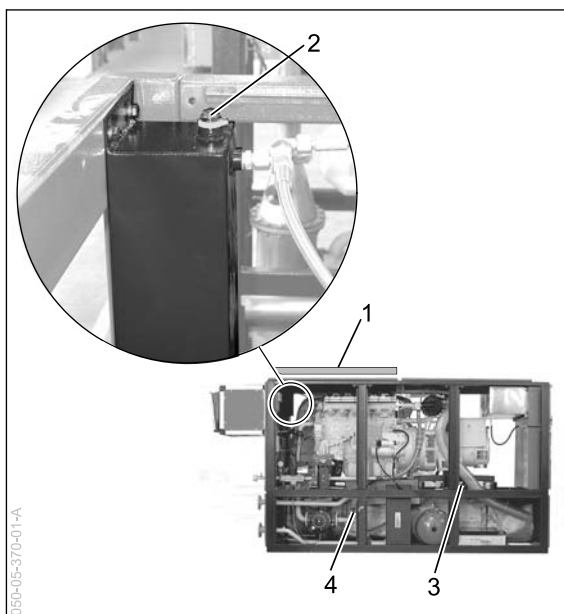

Рис. 2 Заливной патрубок для системы охлаждения двигателя на сепараторе вторичного потока газа
- Снять звукоизолирующую обшивку сзади сверху (Рис. 2, поз. 1).
- Выпустить воздух из системы охлаждения на сепараторе вторичного потока газа (Рис. 2, поз. 2).
- Выпустить воздух из системы охлаждения через распределитель охлаждающей жидкости (Рис. 2, поз. 3).
- Закрывать запорный кран на распределителе охлаждающей жидкости (Рис. 2, поз. 3) и снова отсоединить напорный рукав.
- Закрывать запорный кран на теплообменнике ОГ (Рис. 2, поз. 4) и снова отсоединить напорный рукав.